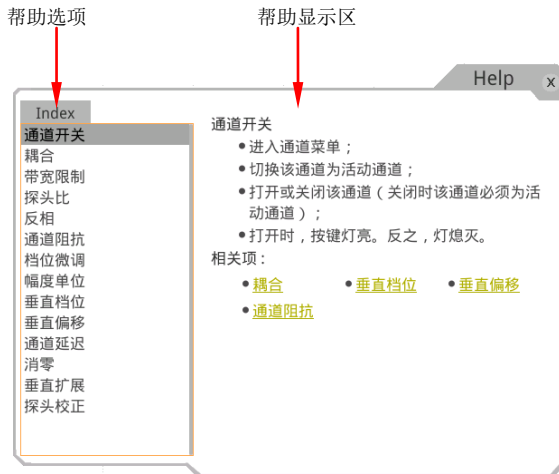

图 17 帮助信息
2. 按前面板的 **帮助** 键，屏幕弹出帮助界面，如图 17 所示。帮助界面主要分为两部分，左边为“帮助选项”，右边为“帮助显示区”。